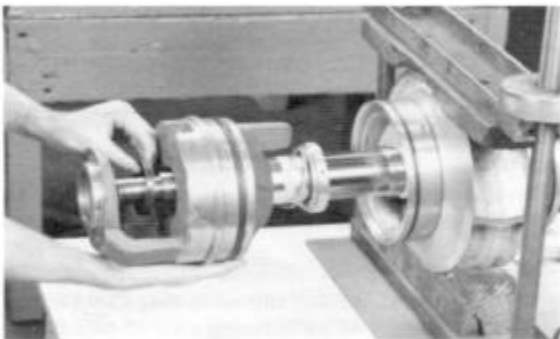

FIGURA 42 – REMOCION DE LA CAJA DE EMPAQUETADURA Y EL DEFLECTOR
7. Deslice ambas caja de empaquetadura (3-073-9) hacia afuera del eje, junto con los anillos deflectores (3-136-9) al mismo tiempo. (Consulte la Figura 42).